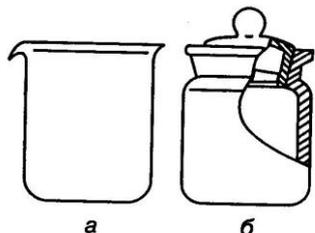

Рис. 2. Химическая посуда: а) стакан, б) бюкс
**Стаканы** (рис. 2, а) предназначены для фильтрования, выпаривания (при температуре не более  $100^{\circ}\text{C}$ ), приготовления растворов в лабораторных условиях, а также для проведения некоторых синтезов, при которых образуются плотные, трудно извлекаемые из колб осадки. Стаканы не используются при работе с низкокипящими и огнеопасными растворителями.
**Бюксы** (рис. 2, б) применяют для взвешивания и хранения летучих, гигроскопичных и легкоокисляющихся на воздухе веществ.